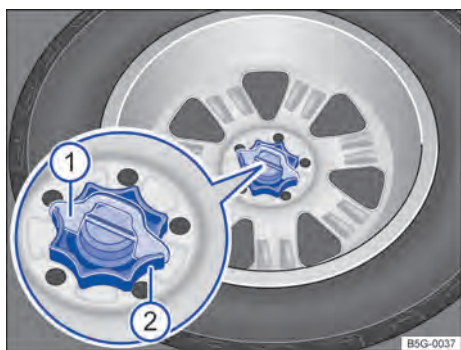

Fig. 232 No compartimento de bagagem: manípulo para fixação da roda sobressalente.
- Remover o calço de proteção contra giro → Fig. 232 ①, puxando-o para cima.
- Girar totalmente o manípulo localizado no meio da roda sobressalente ② no sentido anti-horário e remover a roda sobressalente.